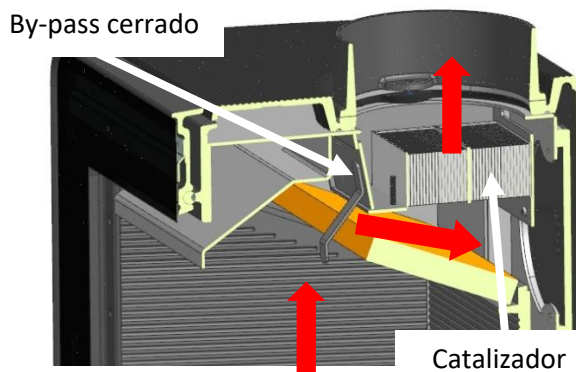

Fig. 21
5. Cuando el fuego esté estabilizado, posicione la palanca de combustión en la posición de funcionamiento con leña (punto "A"), después ajuste el mando de combustión a la posición deseada de forma manual o bien utilizando el mando a distancia pulsando las teclas "OFF/LO" u "ON/HI". Cierre el by-pass del sistema TruHybrid, para que todos los gases pasen a través del catalizador (Fig. 21) y conseguir así la máxima eficiencia de la estufa. **Protega sus manos para dicha manipulación.** También, si dispone de la regulación de tiro, puede regular la combustión accionando el mando.